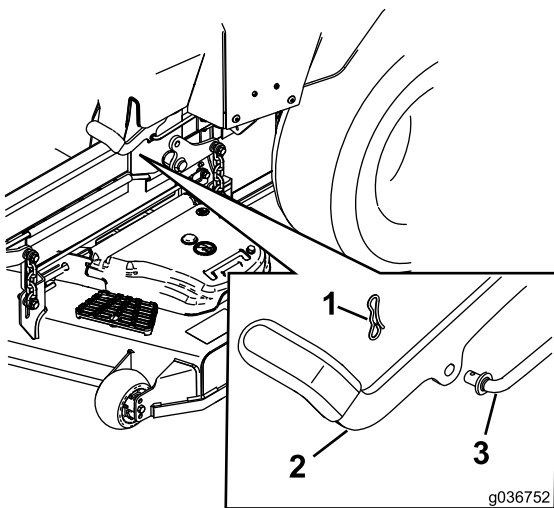

Figure 71
6. Si un réglage est nécessaire, desserrez le frein de stationnement : Retirez la goupille fendue de l'axe de la tringlerie de frein (Figure 71).